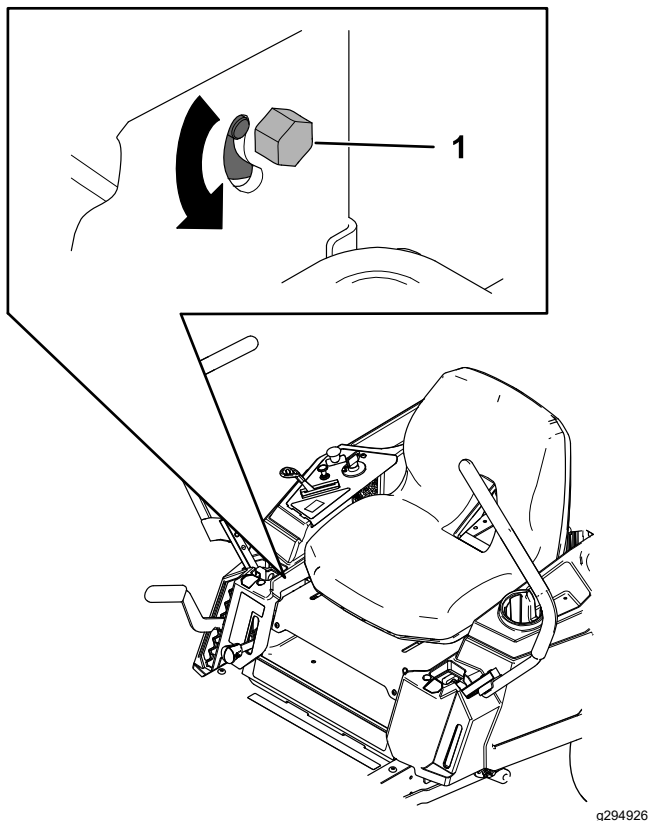

Figura 48
- Localice el perno de ajuste de la dirección cerca de la palanca de control de movimiento del lado que debe ajustarse (Figura 48).